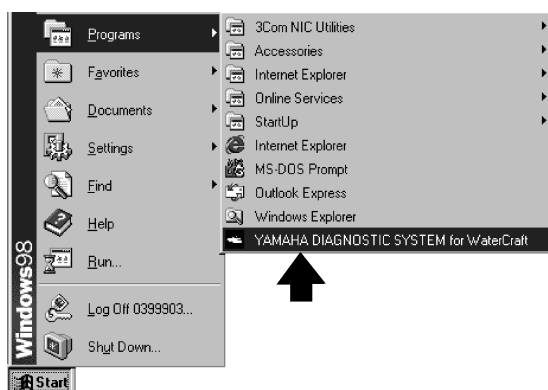

Fig. 19
3. From the taskbar at the bottom of your computer screen, click the **Start** button (Fig. 19), point to **Programs**, and then click **YAMAHA DIAGNOSTIC SYSTEM for WaterCraft**.
3. A partir de la barre des tâches en bas de l'écran, cliquer sur le bouton **Start** (Fig. 19), pointer **Programs** puis cliquer sur **YAMAHA DIAGNOSTIC SYSTEM for Water-Craft**.
3. Klicken Sie in der Task-Leiste unten an Ihrem Computer-Bildschirm auf **Start**. (Abb. 19), wählen Sie **Programs**, und klicken Sie dann auf das Feld **YAMAHA DIAGNOSTIC SYSTEM for WaterCraft**.
3. En la barra de tareas de la parte inferior de la pantalla del ordenador, haga clic en el botón **Start** (Fig. 19), señale **Programs** y haga clic en **YAMAHA DIAGNOSTIC SYSTEM for WaterCraft**.